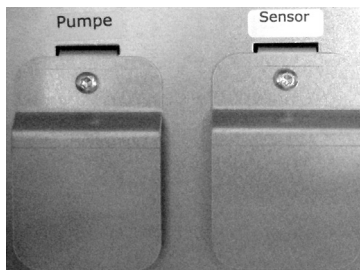

Abb. 8: Untere Abdeckbleche für Pumpen-Kit und Taupunkt-Kit
3. Lockern Sie die Schraube am unteren Abdeckblech (siehe Abb. 8, Aufschrift „Pumpe“). Schieben Sie das Blech nach links.